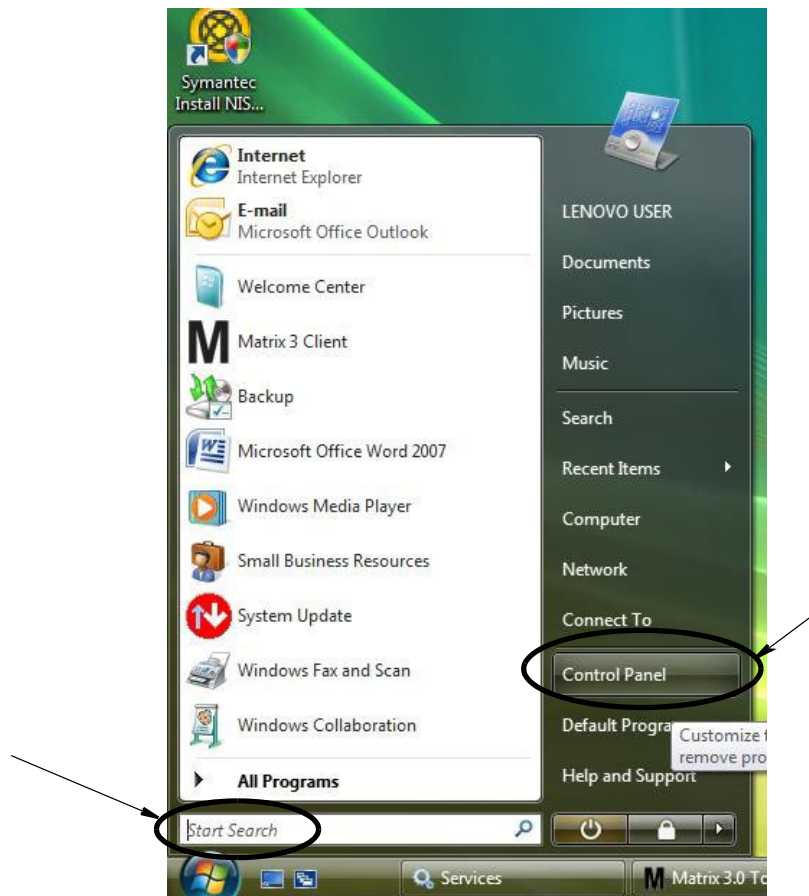

FIG. 32
1. En el escritorio de Windows Vista, seleccione Comenzar búsqueda/Panel de control (FIG. 32).